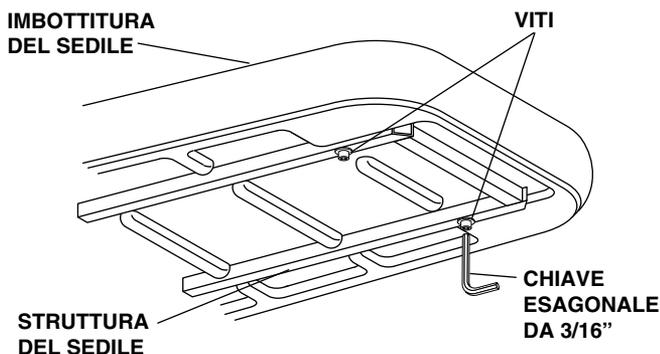

Figura 10. Sostituzione dell'imbottitura del sedile
2. Rimuovere l'imbottitura del sedile, allentando le quattro viti a testa zigrinata presenti al di sotto del sedile (vedere la Figura 10 a pagina 14).